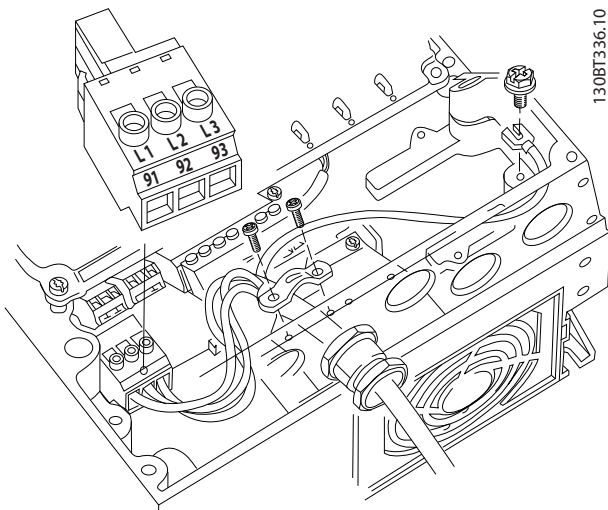

Рисунок 4.9 Подключение к сети питания переменного тока
1. Подключите проводку 3-фазного входного питания переменного тока к клеммам L1, L2 и L3 (см. *Рисунок 4.9*).